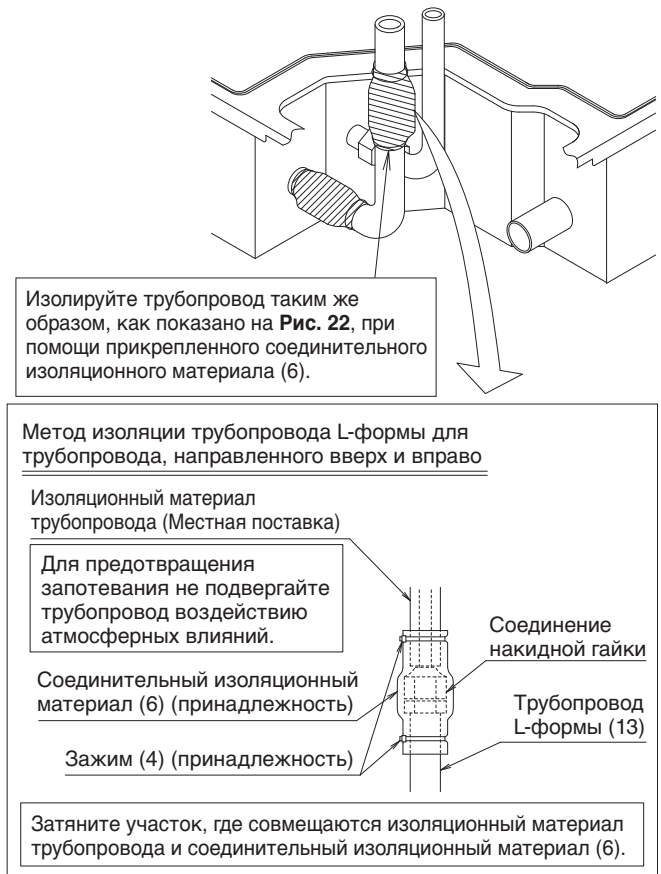

Рис. 23
- Оберните уплотнительную прокладку (малая) (9) вокруг муфты изоляционным материалом (6) (7).
- Стык изоляционных вставок (6) и (7) следует вывести наверх.
- При проведении трубопровода вверх или вправо, изолируйте соединение со стороны газа с помощью присоединенного трубопровода L-формы. (См. **Рис. 23**) Кроме того, согните протянутый трубопровод со стороны жидкостного трубопровода с помощью гибочной машины радиусом 40 мм или менее. Если присоединенный трубопровод L-формы не используется или трубопровод согнут с помощью гибочной машины радиусом более 40 мм, он может мешать другому трубопроводу или дренажному шлангу.